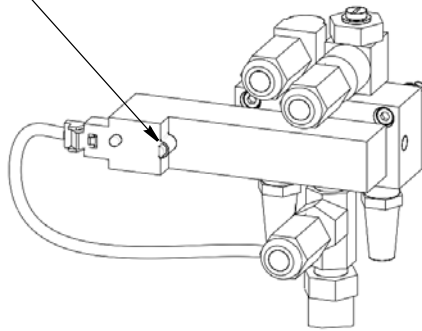

Figure 8
5. Enfoncer puis relâcher le bouton de commande sur la valve d'alimentation pneumatique située derrière l'unité de sertissage jusqu'à ce que la cosse se trouve au-dessus de l'enclume. Voir Figure 8.